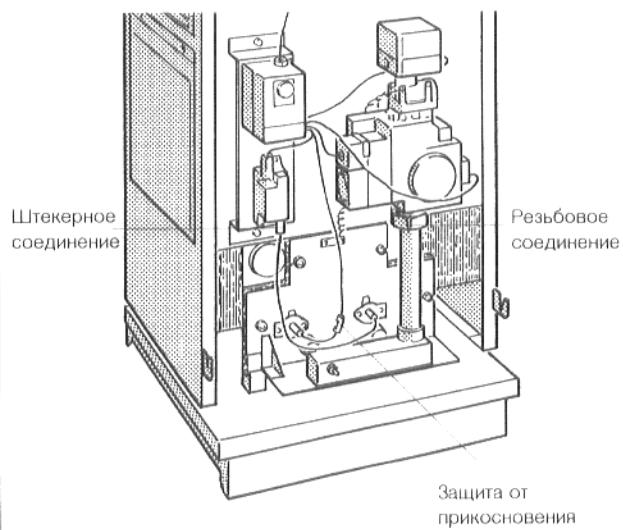

Рис. 20. Газовая горелка
- Отделить газовую горелку от арматуры (рис. 20).
- Разъединить штекерные соединения у управления горелки (рис. 20).
- Устраниить защиту от прикосновений у контрольного провода (рис. 20) и разъединить штекерное соединение.